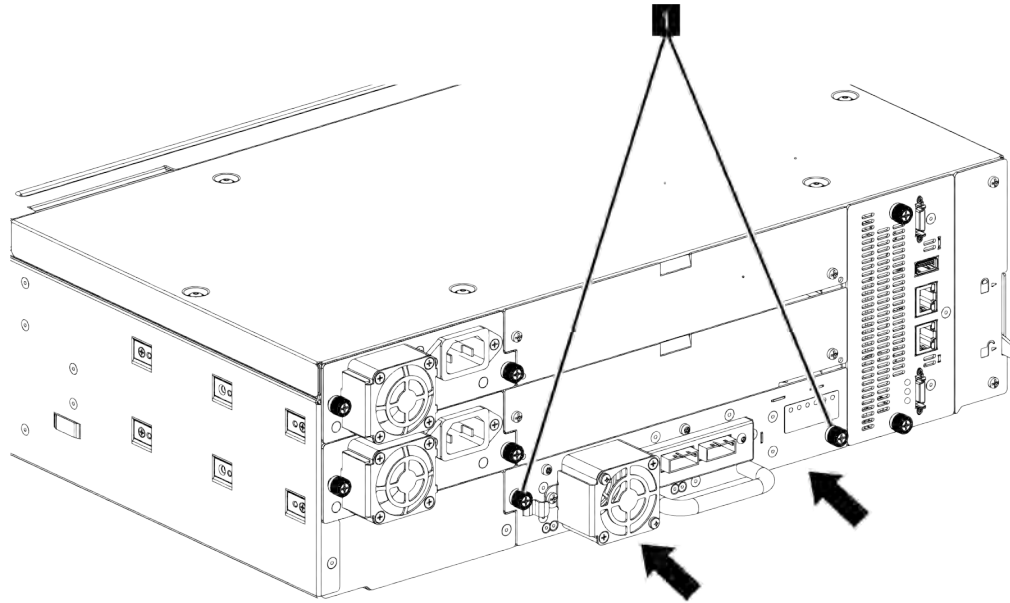

Figure 69. Installation d'une unité de bande
- Serrez les vis moletées captives (1 dans Figure 69, à la page 170) avec vos doigts jusqu'à ce que l'unité de bande soit bien fixée.